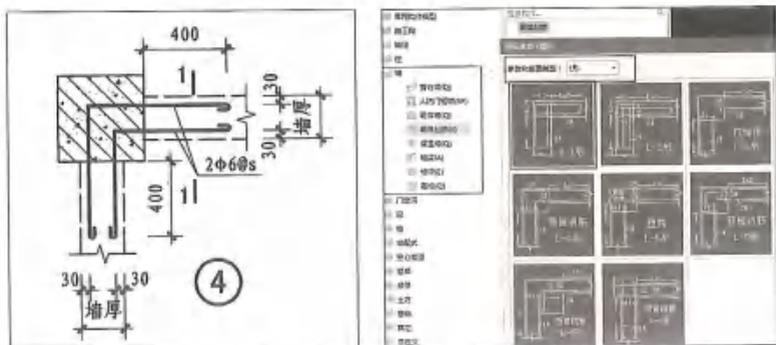

图11-4 砌体加筋套用相应的图集图形
(1) 砌体加筋是指砌体墙和混凝土一次结构之间的拉结，需要结合墙体的各类节点，如有直角形的、有 T 形的、有十字形的墙体，按图集上的墙体相交样式套用相应的图集图形，如图 11-4 所示。